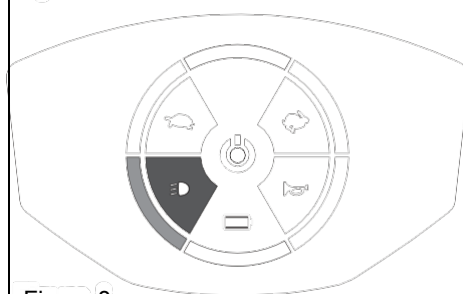

Figura 8
- Prima o botão [🏍️] uma vez para ligar a luz dianteira e a luz traseira. O botão [🏍️] acenderá no painel. A luz acenderá no painel. (Figura 8)
- Desligue premindo o botão de novo. A luz [🏍️] apagará no painel. (Figura 8)